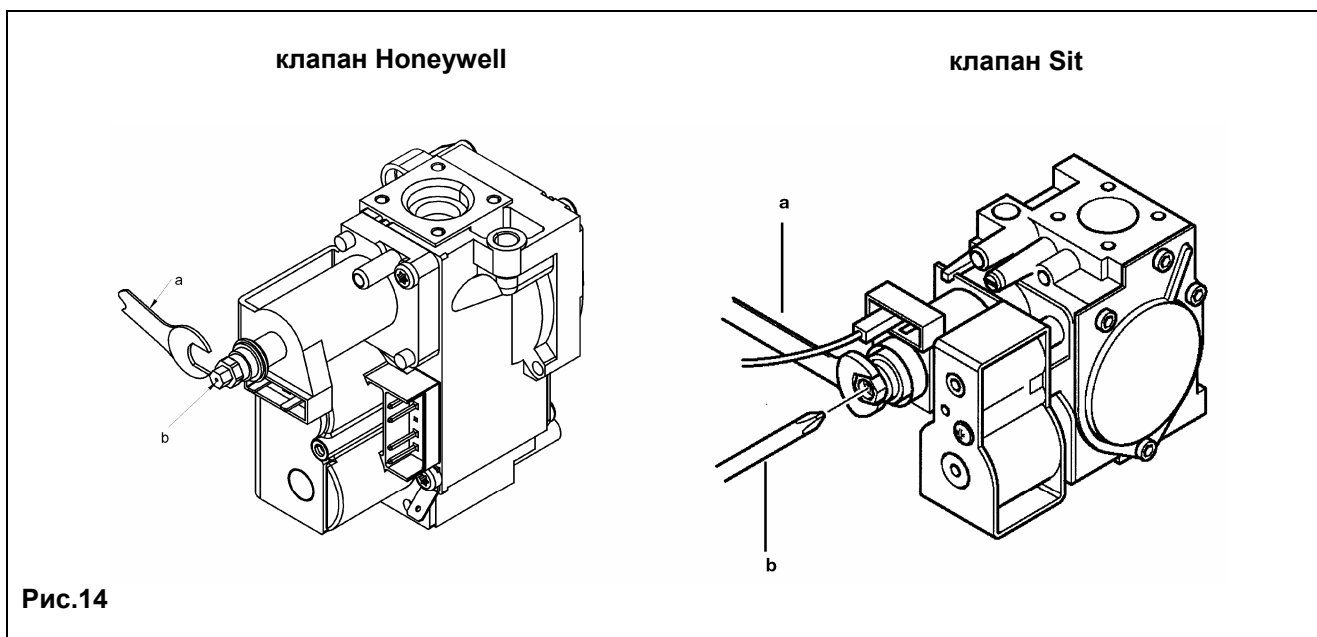

Рис.14
- Проверить давление газа на горелке согласно таблице 1 для соответствующей модели котла и соответствующего типа газа. При необходимости снять крышку модулятора и поворачивать латунный винт ключом a (ключ a, рис.14) до достижения давления, указанного в таблице 1 для соответствующей модели котла и соответствующего типа газа.
- Отсоединить провод питания модулятора. Котел перейдет в режим минимальной мощности. Проверить давление газа на горелке согласно таблице 1 для соответствующей модели котла и соответствующего типа газа. При необходимости поворачивать винт (поз. b, рис.14) до достижения давления, указанного в таблице 1 для соответствующей модели котла и соответствующего типа газа.